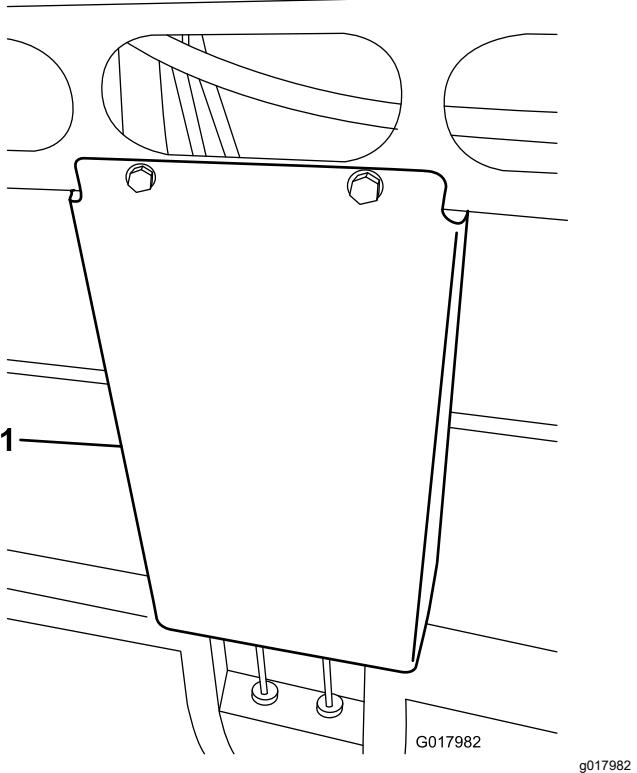

Рисунок 1
- Снимите щиток, закрывающий гидравлические линии, под передней средней частью машины (Рисунок 1).